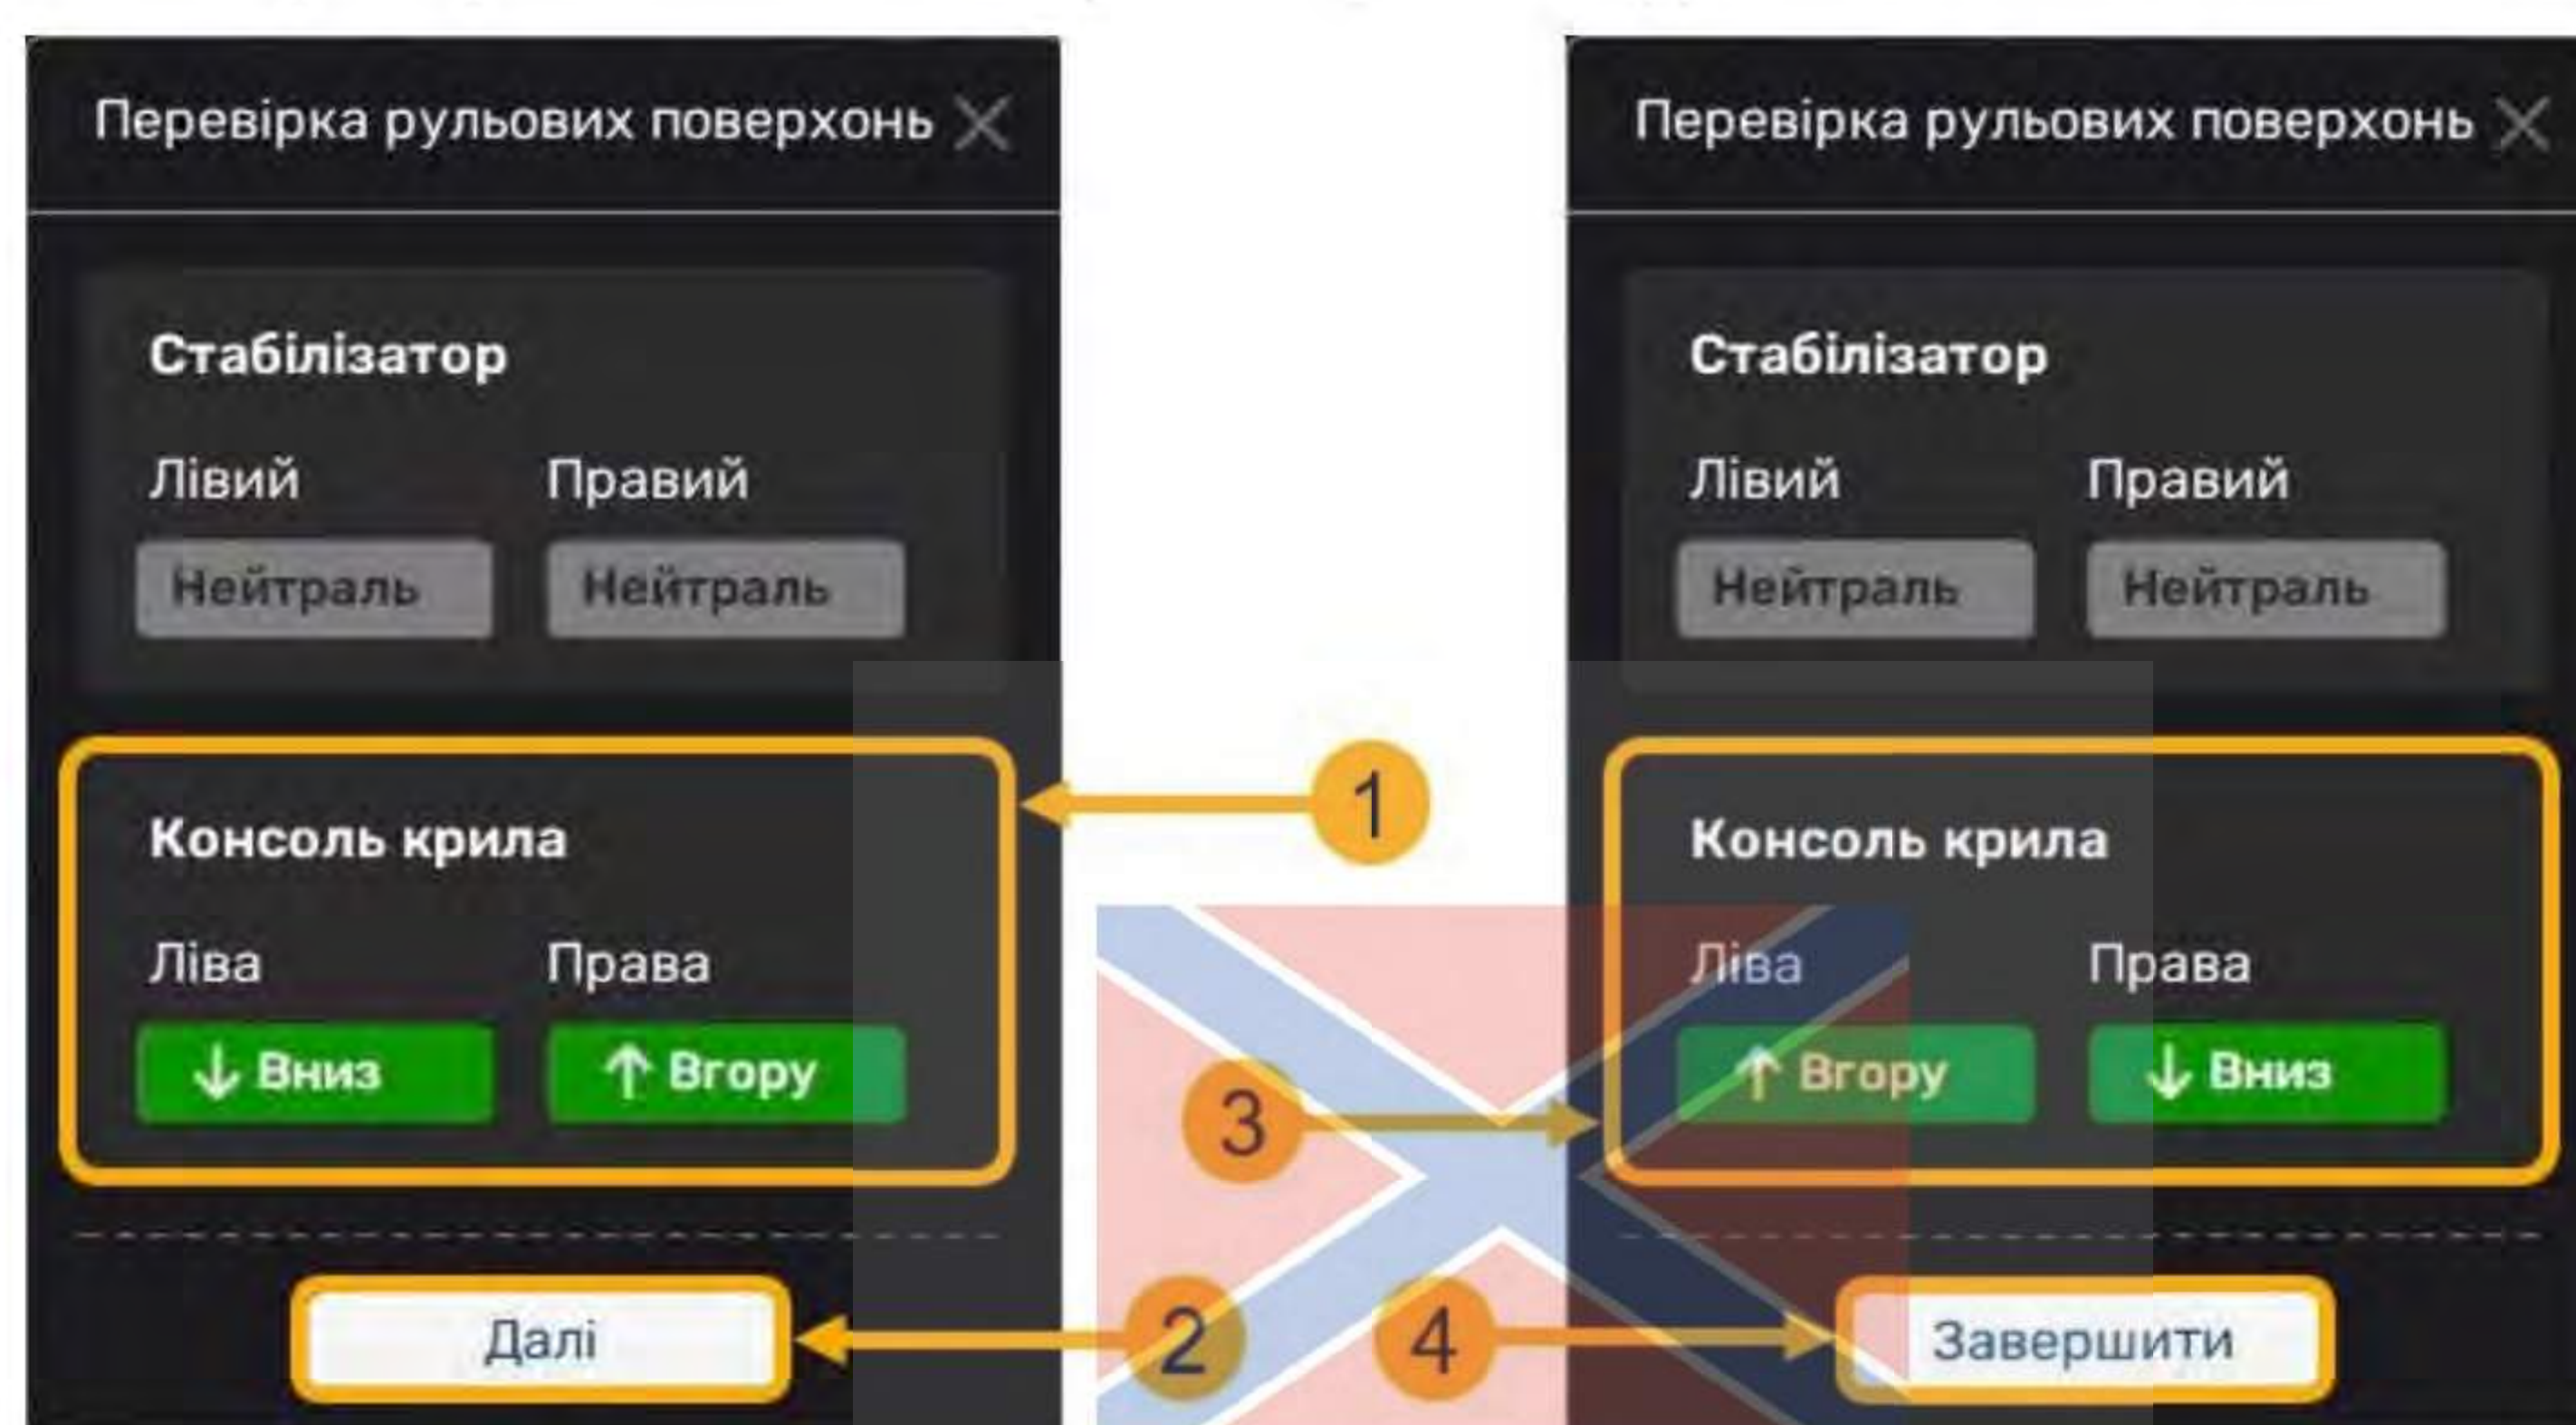

Рис. 14 Общий вид окна "Проверка рулевых поверхностей" на этапе проверки рулевых поверхностей консолей крыла
- оператор БпЛА сверяет полученную информацию с данными, указанными в поле "Консоль крыла" окна "Проверка рулевых поверхностей" (¹ ,Рис. 14);